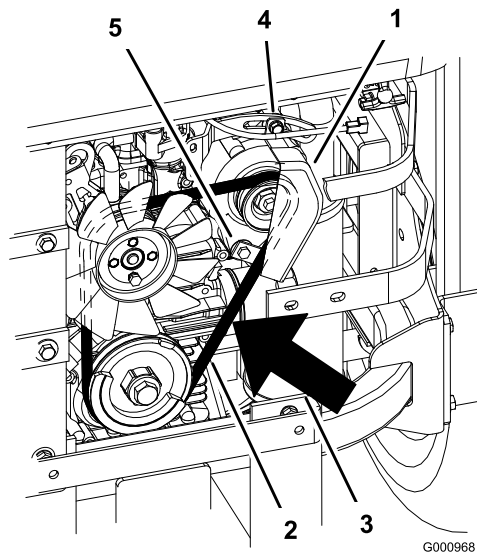

Figura 68
7. Allentate il bullone inferiore e togliete il bullone superiore che fissa l'alternatore ed il coperchio (Figura 68).
9. Montate la nuova cinghia attorno alle pulegge e all'alternatore (Figura 68).
14. Serrate il bullone inferiore e montate il bullone superiore che fissa l'alternatore ed il coperchio (Figura 68).
2. Regolate l'alternatore verso l'esterno fino ad ottenere una flessione della cinghia di 7–9 mm tra le pulegge del motore e dell'alternatore con una forza di 10 kgf (Figura 68).
5. Se la flessione è esatta, serrate i bulloni inferiore e superiore (Figura 68).